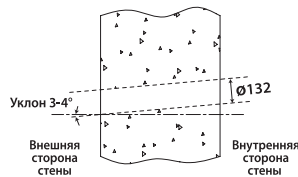

Рисунок 3
- Установите угол наклона коронки таким образом, чтобы отверстие имело уклон 3–4° вниз в сторону улицы, как показано на Рис.3, для того, чтобы осадки не смогли попасть с улицы внутрь помещения.